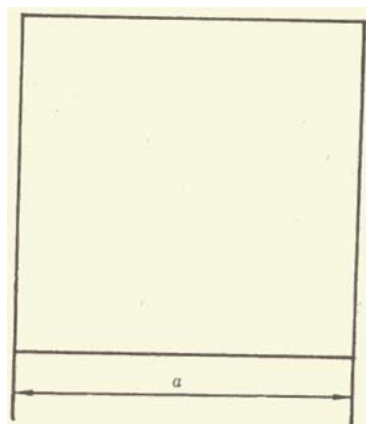

图 4 提示标志的基本型式
4.4.2 提示标志的基本型式是正方形边框,如图 4 所示。